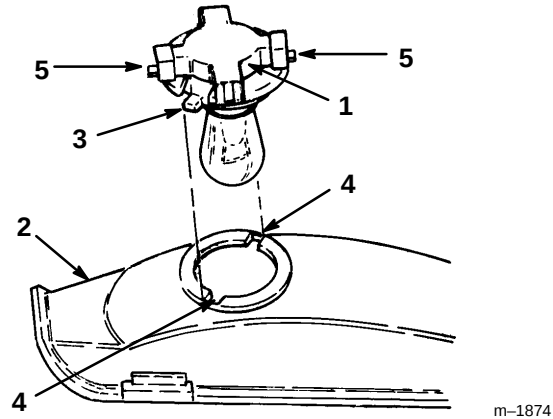

Abbildung 17
3. Die Birnenfassung um 1/4 Umdrehung im Gegenuhrzeigersinn drehen und aus dem Reflektor nehmen (Abb. 17).
2. Die Birnenfassung hat zwei Zungen (Abb. 17). Die Zungen auf die Schlitze im Reflektor ausrichten, die Birnenfassung in den Reflektor einsetzen und im Uhrzeigersinn 1/4 Umdrehung bis zum Anschlag drehen.